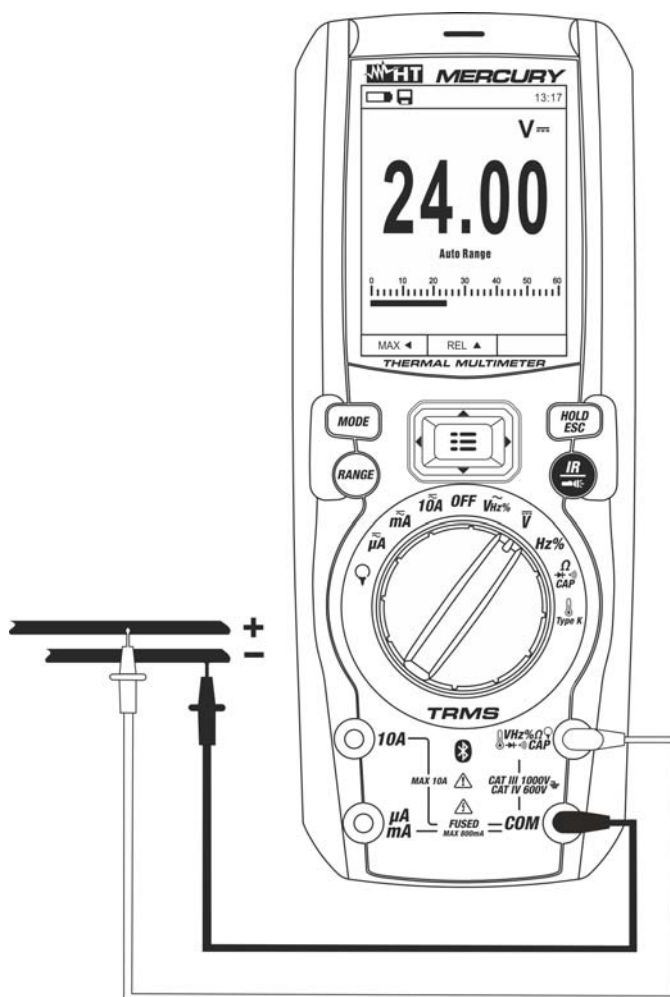

Fig. 21: Uso do instrumento para a Medição de Tensões CC, CA+CC
3. Colocar a ponteira vermelha e a ponteira preta respectivamente nos pontos com potencial positivo e negativo do circuito em exame (ver Fig. 21). O valor da tensão é apresentado no display
5. A visualização do símbolo "-" no display do instrumento indica que a tensão tem um sentido oposto em relação à conexão da Fig. 21.